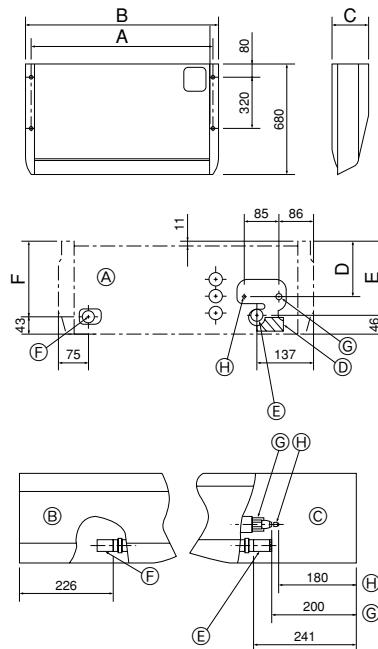

Fig. 3-2
①	垫圈	4个
②	管道盖	1个 大尺寸 (用于气体管)
③	管道盖	1个 小尺寸 (用于液体管)
④	扎带	4个
⑤	连接管套	1个 标有“UNIT”
⑥	管套盖	1个
⑦	排水管盖	1个
3.2. 安装准备 (Fig. 3-2)